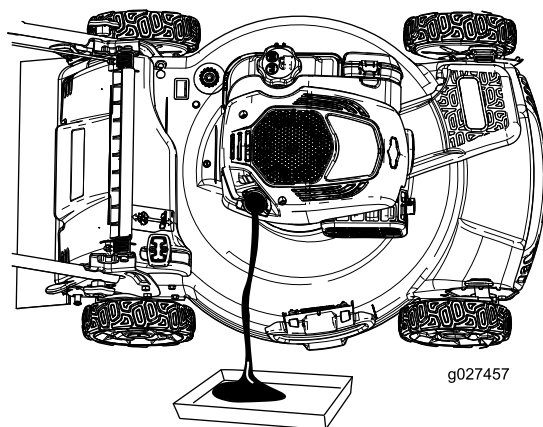

図 33
4. エアフィルタが下になるように機体を横に傾けて、エンジンオイル補給口からエンジンオイルを抜く 図 33。